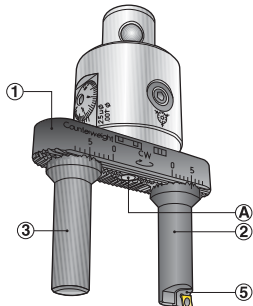
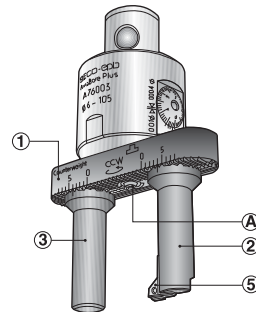
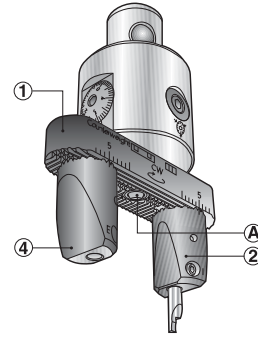

рис.1
рис. 2
рис. 6
Головка - Axiabore® Plus - может быть оборудована МРА для выполнения расточки (рис.1), обточки (рис.2) и обработки торцевых канавок (рис.6, см. след. стр.).
В сборках для раст. (рис.1) и обточки по наруж. диаметру (рис. 2) использ. один и тот же расточ. хвостовик (2), оборуд. держ. пластины (5) и противовесом (3).
### МРА расточная сборка (рис.1)
### МРА сборка для наружной обточки (рис.2)
### Сборка инструмента для обработки канавок на МРА (рис.6)